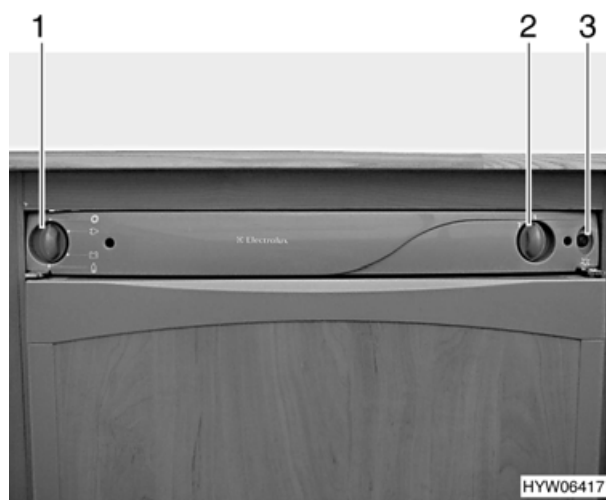

Fig. 51 Comandi del frigorifero (variante 2)
- Posizionare il selettore di energia (Fig. 51,1) su gas "🔥".
- Premere il pomello girevole (Fig. 51,2) e mantenerlo. In questo modo si apre l'alimentazione di gas. L'accensione avviene automaticamente. La luce spia (Fig. 51,3) lampeggia e è possibile ascoltare un ticchettio fino a quando non sarà stato possibile effettuare con successo il procedimento di accensione.
- Tenere premuto il pomello girevole (Fig. 51,2) per altri 10 - 15 secondi, poi rilasciarlo. Quando la fiamma si spegne, l'apparecchio di accensione ripete automaticamente il procedimento di accensione.
- Posizionare il selettore di energia (Fig. 51,1) su "🔌". Il frigorifero è spento.
- Posizionare il selettore di energia (Fig. 51,1) sull'alimentazione a 230 V .
- Impostare la temperatura di refrigerazione con il pomello girevole (Fig. 51,2).
- Posizionare il selettore di energia (Fig. 51,1) sull'alimentazione a 12 V .